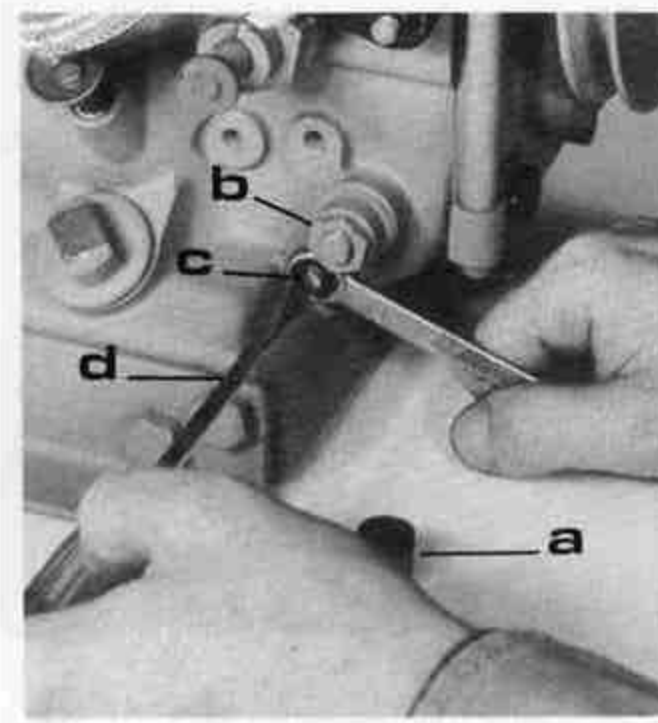

Fig. D 6
3.3 Réglage du régime (nombre de tours) : (voir Fig. D 6)
3.3 Setting the engine speed (r.p.m.) (See Fig. D 6)